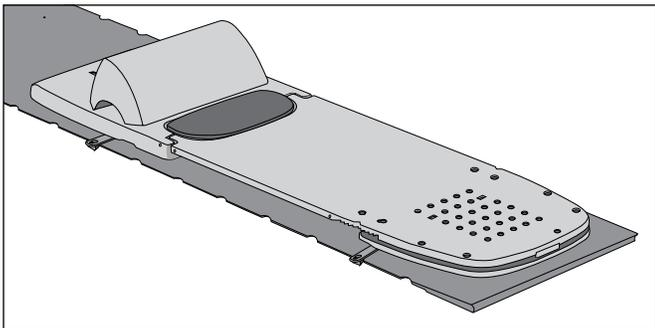

FIGURE 3
3. Pousser l'Access Supine vers le bas sur la barre de positionnement pour le verrouiller en place. (Figure 3)